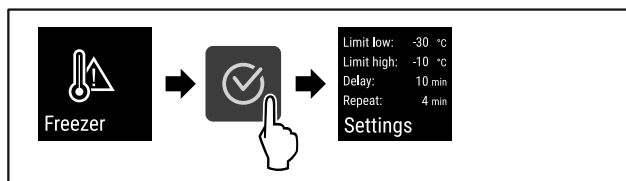

Fig. 103
- ▶ Eseguire i passi (vedere Fig. 103) .